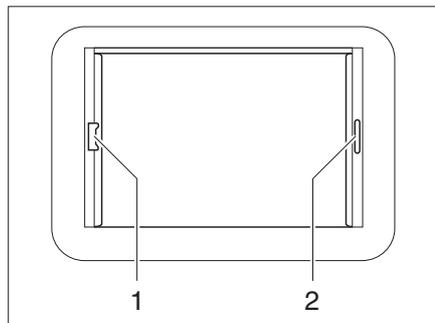

Bild 51 Heki-Dachhaube, Rollo-Verriegelung
- Faltverdunklung am Griff (Bild 51,2) ausziehen und an gewünschter Position loslassen. Die Faltverdunklung bleibt in dieser Position stehen.
- Insektenschutzrollo am Griff (Bild 51,1) zum gegenüberliegenden Griff der Faltverdunklung (Bild 51,2) ziehen und einrasten lassen.
- Griff des Insektenschutzrollos hinten nach oben drücken und Insektenschutzrollo an der Faltverdunklung (Bild 51,2) aushängen.